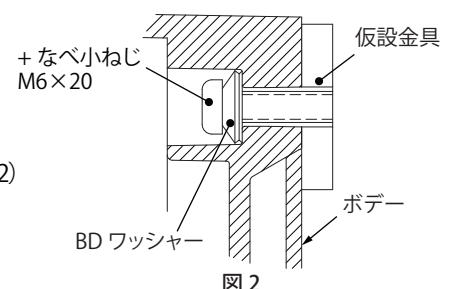

図2
- プラボックスの内側からBDワッシャーを取付け、+なべ小ねじ M6×20 で締付けてください。(図2)